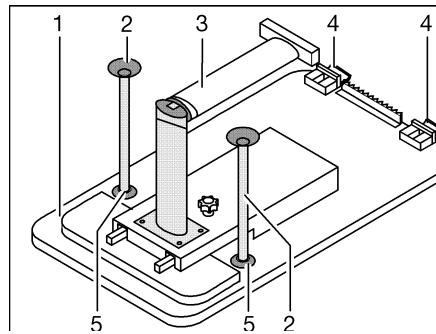

Fig. 96 Base de cama
- Levantar ligeramente por delante el tablero de la mesa (Fig. 96,1).
- Desbloquear en la articulación la pata de la mesa (Fig. 96,3) y plegar.
- Girar el tablero de la mesa aprox. 45° hacia arriba y desenganchar los soportes (Fig. 96,4) de la guía de sujeción superior.
- Según el modelo, encajar los dos pies de apoyo adicionales (Fig. 96,2) en los alojamientos (Fig. 96,5) en el lado inferior del tablero de la mesa.